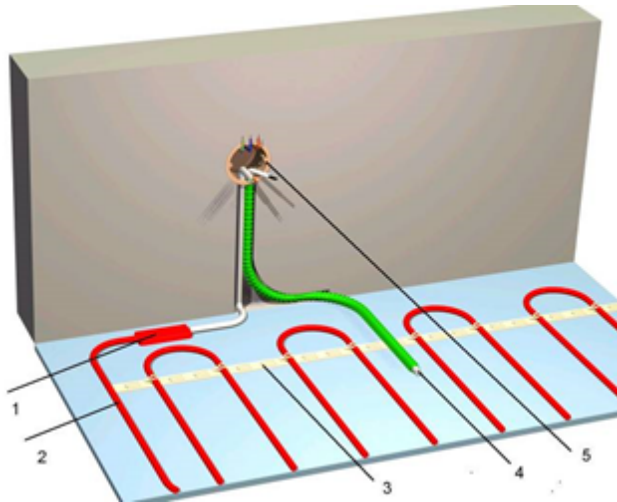

Рис. 4. Монтаж датчика температуры в системе “Теплый пол”.
3. Датчик температуры пола на проводе помещается в гофрированную пластмассовую или гладкую медную трубку диаметром не менее 8 мм. Конец трубки, укладываемой в стяжку, должен быть заглушен, чтобы предотвратить попадание раствора внутрь трубки. Трубка должна обеспечивать свободную замену датчика через монтажную коробку. Переход монтажной трубки с пола на стену рекомендуется делать с помощью двух изгибов: один – в плоскости стены, другой – в плоскости пола (Рис. 4). Минимальный радиус изгиба трубки – 50 мм. Трубка датчика заводится в зону обогрева с открытой стороны петли и располагается примерно на одном уровне с кабелем симметрично относительно его ближайших линий. Расстояние датчика от края обогреваемой зоны должно составлять 0,3 – 1 м.